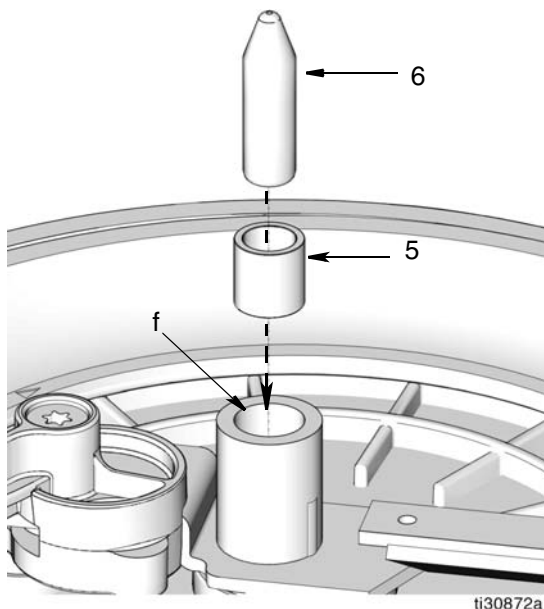

FIG. 5
1. Instale una junta tórica negra grande (1) en el anillo adaptador (2).
2. Instale el cojinete (5) y después el pasador de alineación de punta ovalada (6) en la abertura central (f). Estas piezas deben colocarse en el orden mostrado en la FIG. 5.